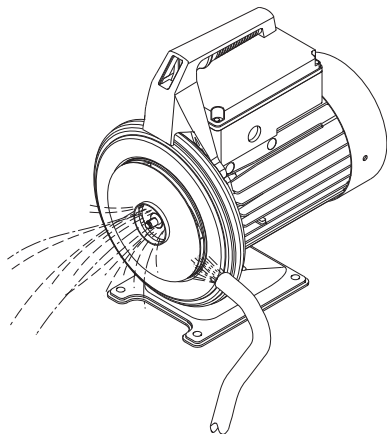

Рис. 7 Очистка рабочего колеса
7. Проверить, нет ли грязи на рабочем колесе (поз. 49). При необходимости очистить рабочее колесо с помощью щётки или струи воды под напором. См. рис. 7. Чтобы предотвратить проворачивание вала двигателя, необходимо удерживать лопатки вентилятора электродвигателя.